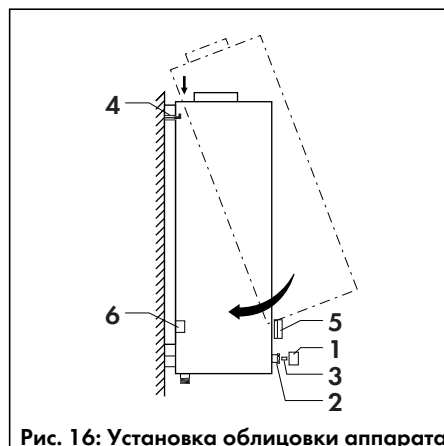

**Рис. 15: Размеры для навески аппарата**
- Установив прокладки, навинтите накидные гайки предварительно смонтированных подсоединений водопровода холодной и горячей воды (6) и (3) на соответствующие штуцеры водяного блока аппарата (20), как показано на рис. 15, и затяните резьбовые соединения.
- Если предусмотрена установка арматуры непосредственного разбора № 9011, подсоедините её к водяному блоку аппарата (20), вывинтив предварительно резьбовые заглушки для слива.
- Если не предусмотрен удалённый водоразбор от аппарата, заглушите штуцер для подключения водопровода горячей воды в водяном блоке аппарата (20).